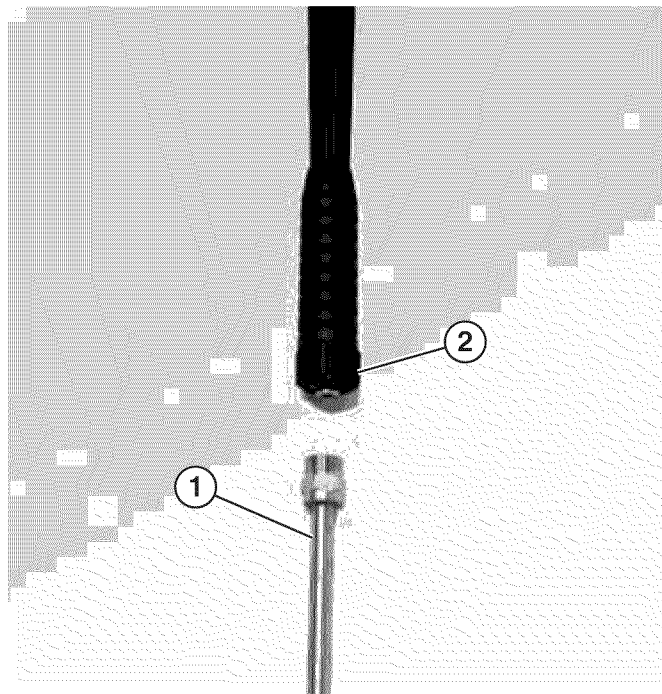

Figura 14 – Conexión de varilla pulverizadora
12. Conecte la varilla a la pistola atomizadora y gire el accesorio en sentido contrario a las agujas del reloj para ajustarlo (Ver Figura 14). No apriete demasiado. El accesorio sólo se debe ajustar a mano.